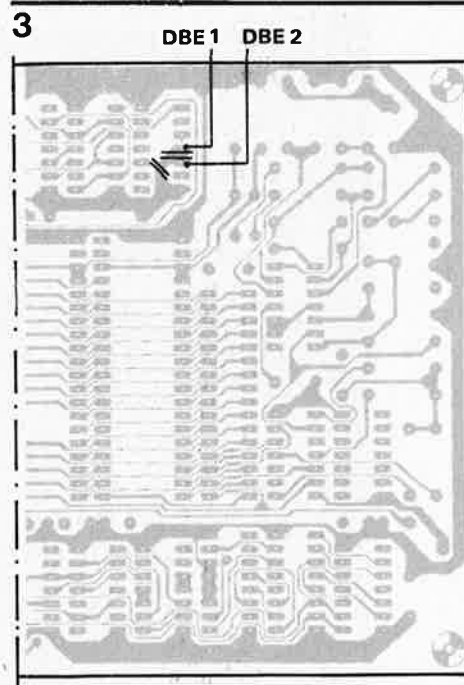

Figure 3. Les signaux DBE1 et DBE2 sont appliqués aux broches 11 et 12 d'IC27 sur la carte d'extension de mémoire vive publiée en septembre 1981.
- la carte d'extension de mémoire morte (figures 1 et 7) est reliée au connecteur INT(erton) de la carte d'extension de mémoire vive; deux connexions supplémentaires sont nécessaires (DBE1 et DBE2, voir figure 3), quatre connexions supplémentaires sont effectuées sur cette carte (figure 4) et une piste est interrompue (figure 5).